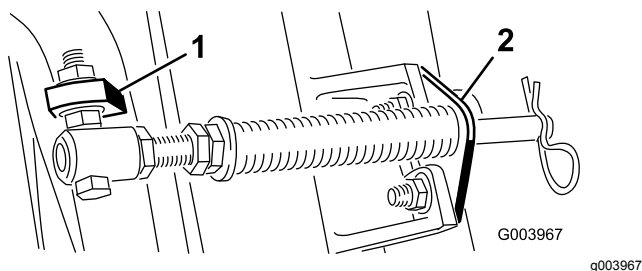

Figura 6
Nota: Posizionate la testa del bullone sul lato esterno dell'aletta, come illustrato nella **Figura 6**.
- D. Montate la staffa dell'asta sulle alette degli elementi di taglio usando i bulloni a testa tonda e i dadi (**Figura 6**).